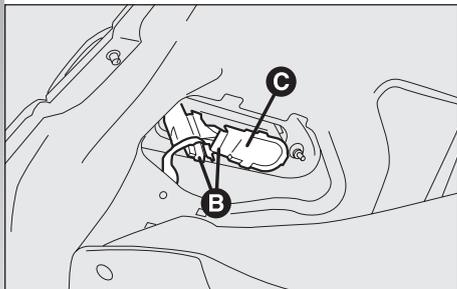

fig. 41
– Abbassare il rivestimento ed estrarre il gruppo portalampe (**C-fig. 41**) agendo sulle linguette di ritegno (**B-fig. 41**).
– Reinscrivere il gruppo portalampe fissandolo correttamente in posizione mediante le linguette di ritegno (**B-fig. 41**).